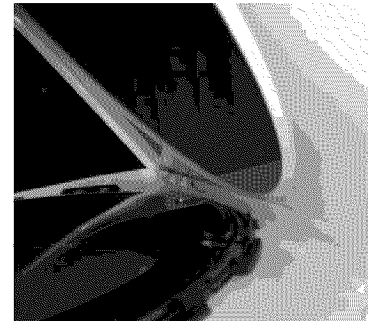

Figure 6
7. Dissociez la partie extérieure de la porte de la partie intérieure en utilisant un couteau à mastiquer ou un tournevis plat (figure 6)